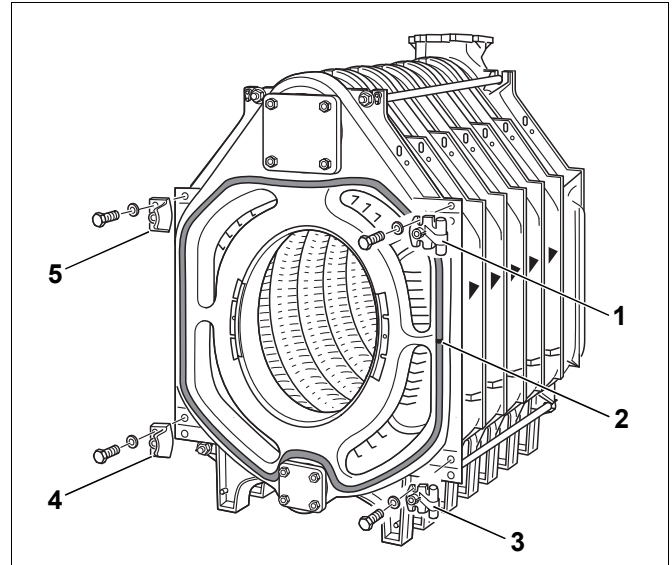

Fig. 31 Montaggio del gancio di cerniera e dei listelli di chiusura
- Versare alcune gocce di adesivo Silastik nelle scanalature di tenuta (fig. 31, [2]) dell'elemento anteriore mantenendo una distanza di 15–20 cm (fig. 31).
- Inserire il cordone ermetizzante GP nella scanalatura di tenuta dell'elemento anteriore. Durante questa operazione, la giunzione del cordone ermetizzante deve essere posizionata lateralmente (fig. 31, [2]).
- Avvitare i ganci di cerniera (battuta a destra) ognuno con 2 bulloni M12 × 55 all'elemento anteriore (fig. 31, [1] e [3]). Per la battuta a sinistra, avvitarli in modo corrispondente sulla parte destra.
- Avvitare i listelli di chiusura con inclinazione d'arresto per la porta del bruciatore (battuta a destra) ognuno con 2 bulloni M12 × 55 all'elemento anteriore (fig. 31, [4] e [5]). Per la battuta a sinistra, avvitarli in modo corrispondente sulla parte destra.